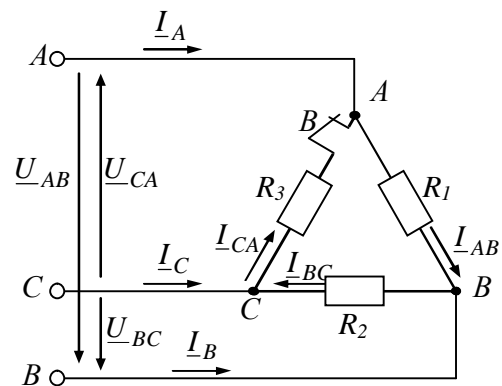

Рис. 4.15
**4.10.** Знайти розподіл струмів в електричному колі (рис. 4.15) при замкненому і розімкненому вимикачі В. Лінійна симетрична напруга дорівнює 220 В, опори резисторів:  $R_1 = R_2 = R_3 = 20 \text{ Ом}$ .